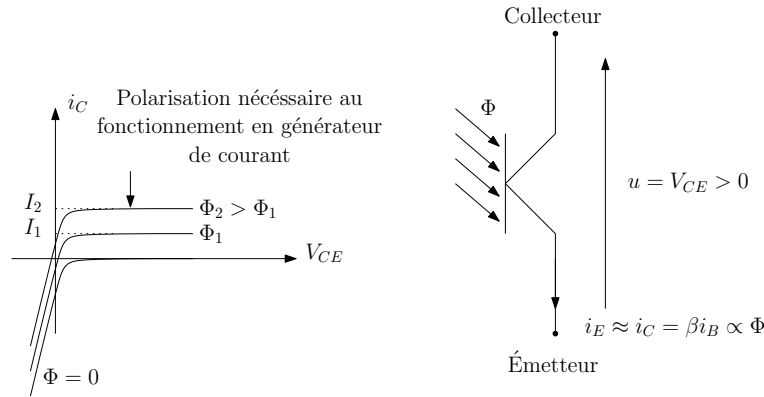

Figure 83
- ✘ Un phototransistor est un transistor pour lequel la base est remplacée par une plaque photoélectrique, le courant de base étant alors appelé photo-courant (voir annexe) : c'est donc un composant à deux bornes que l'on polarise pour détecter une intensité lumineuse (voir figure 83).